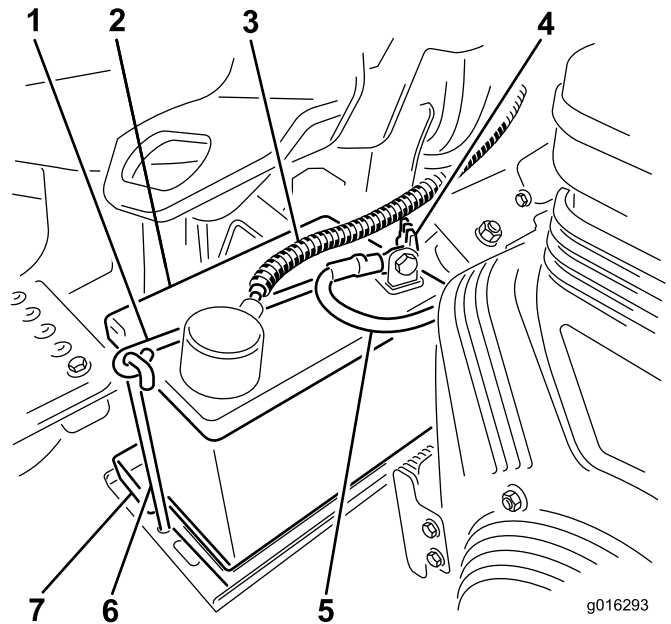

Figura 8
- Coloque la batería en la bandeja de la batería y sujétela con la abrazadera y las fijaciones que retiró anteriormente (Figura 8).
la batería y sujételos usando los pernos y las tuercas (Figura 8). Deslice la cubierta de goma sobre el terminal positivo para evitar posibles cortocircuitos eléctricos.